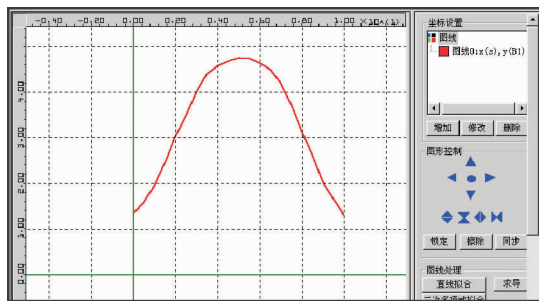

图 3-5-2 螺线管内部磁感应强度图线
6. 打开“坐标绘图”窗口，选择  $x$  轴为“ $s$ ”、 $y$  轴为“ $B_1$ ”，得到通电螺线管内部的磁感应强度与相对距离的关系图线，如图 3-5-2 所示。